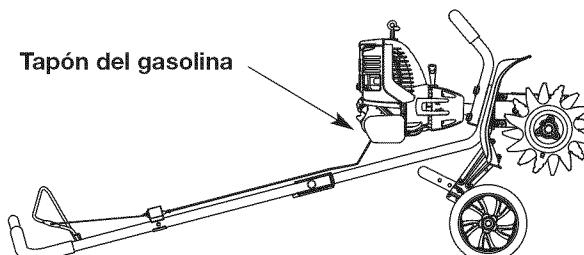

Fig. 9
- NOTA:** Llene o añada gasolina al tanque únicamente cuando el cultivador esté en posición horizontal (Fig. 9).
2. Coloque la unidad en posición horizontal y nivelada para obtener una lectura correcta del nivel de aceite (Fig. 9).